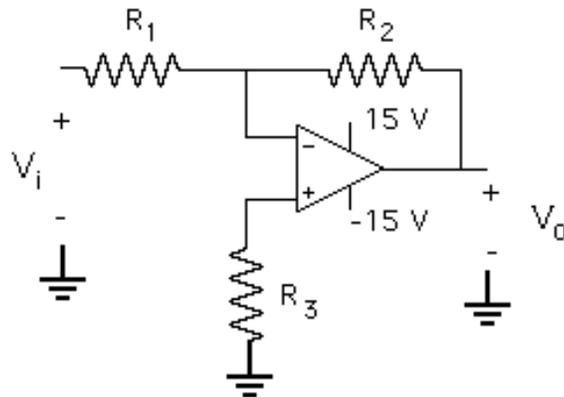

Figura 2.5.- Amplificador inversor
encuentran en un circuito determinado. En la Figura 2.5 se presenta un amplificador inversor diseñado con un amplificador operacional, el cual se encuentra alimentado con dos fuentes DC de +15V y -15V. Seleccione el amplificador operacional 741 (**uA741**) del menú de dispositivos, y complete el circuito de la Figura 2.5. **Coloque cuidadosamente las fuentes DC** en los terminales correspondientes, **observando con atención los signos indicados en el circuito** y asigne a los componentes los valores indicados por su profesor. Coloque marcadores para observar el voltaje de entrada  $V_i$ , el voltaje de salida  $V_o$ , el voltaje en cada una de las fuentes DC, el voltaje en la entrada inversora y el voltaje en la entrada no inversora del operacional.
- g) La ganancia del amplificador inversor de la figura 2.5.